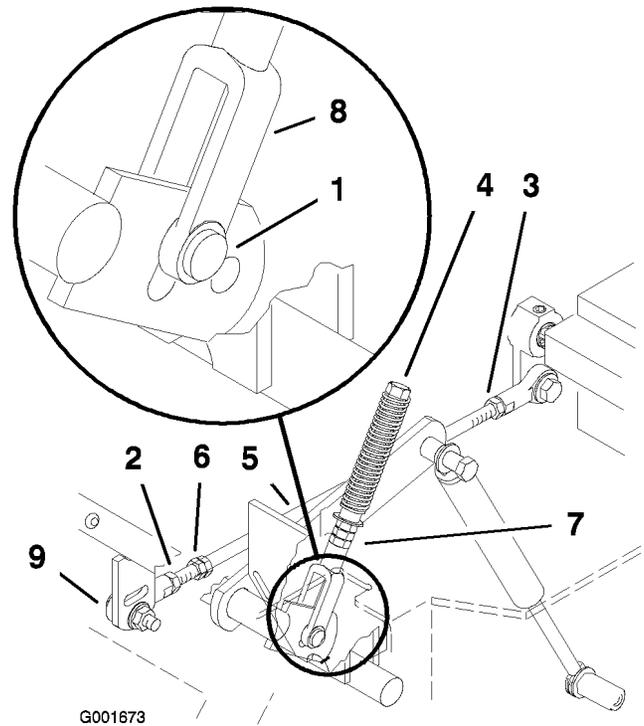

Figura 54
- Tire hacia atrás de la palanca hasta que el pasador (en el brazo debajo del eje pivotante) entre en contacto con el extremo de la ranura (empezando justo a tensar el muelle) (Figura 54).
- Si es necesario un ajuste, afloje la tuerca y la contratuerca contra la horquilla (Figura 54).
- Apriete la tuerca y la contratuerca (Figura 54).